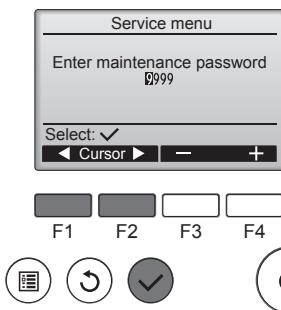

Fig. 5-2
- ① Выберите в Главном меню пункт "Service" (Сервисное обслуживание) и нажмите кнопку
- ② После выбора Сервисного меню появится окно ввода пароля. (Fig. 5-2)